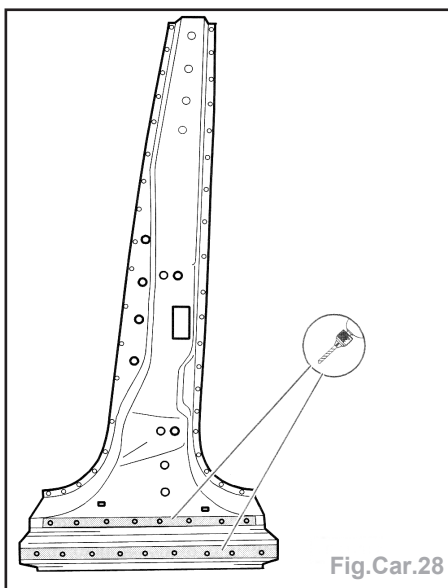

Fig.Car.28
- Percer des trous au niveau du raccordement avec le renforcement du longeron inférieur Ø 7mm (Fig.Car.28).